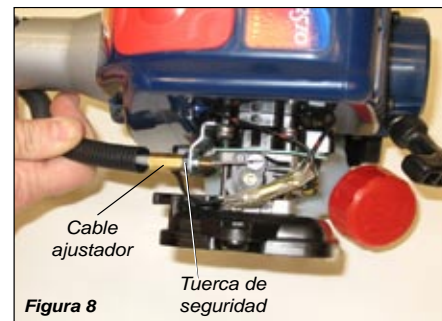

Figura 8
2. Afloje la tuerca de seguridad en el cable ajustador. Consulte la figura 8.
3. Gire el cable ajustador hacia dentro o fuera como sea requerido para obtener la holgura apropiada 3/16-1/4 pulgadas (4.6 mm). Consulte la figura 8.